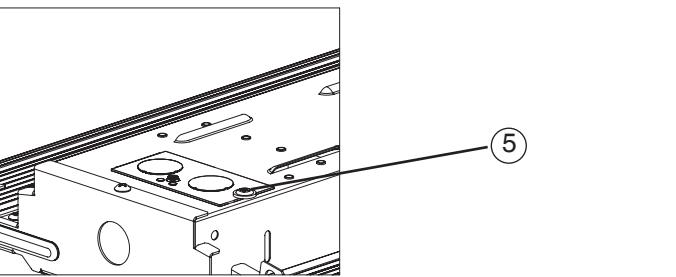

Figure 3
- 4) Remove access plate screw- see Fig 3 and remove access plate from Fixture Housing (Input wires from Driver will be attached to the access plate).
- 4) Retire el tornillo de la placa de acceso: Ver Fig 3 y retire la placa de acceso de la carcasa del accesorio (los cables de entrada del controlador se conectarán a la placa de acceso).
- 4) Retire el tornillo de la placa de acceso: Ver Fig. 3 y retire la placa de acceso de la carcasa del accesorio (los cables de entrada del controlador se conectarán a la placa de acceso).